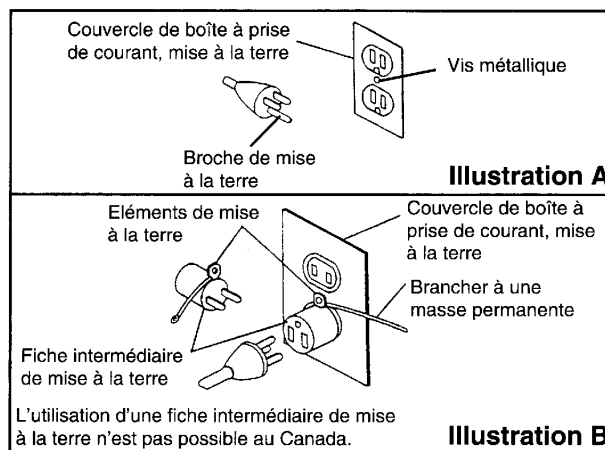

Figure 1
7. Cet outil a été conçu pour être alimenté par un circuit possédant une prise comme celle représentée sur la figure 1, illustration A. L'outil dispose d'une fiche de mise à la terre, qui ressemble à la fiche illustrée sur la figure 1. Une fiche intermédiaire temporaire, comme celle représentée sur la figure 1, illustration B, peut être utilisée pour brancher cette fiche à une prise de courant à 2 pôles, comme représenté sur l'illustration B, si une prise de courant avec borne de terre n'est pas disponible. Utiliser la fiche intermédiaire temporaire, seulement pendant la période de temps nécessaire à l'installation par un électricien qualifié, d'une prise de courant correctement mise à la terre. La boucle rigide, la cosse ou le fil de couleur verte, sortant de la fiche intermédiaire, doivent être branchés à une masse permanente, comme l'est par exemple une boîte à prise de courant correctement mise à la terre.